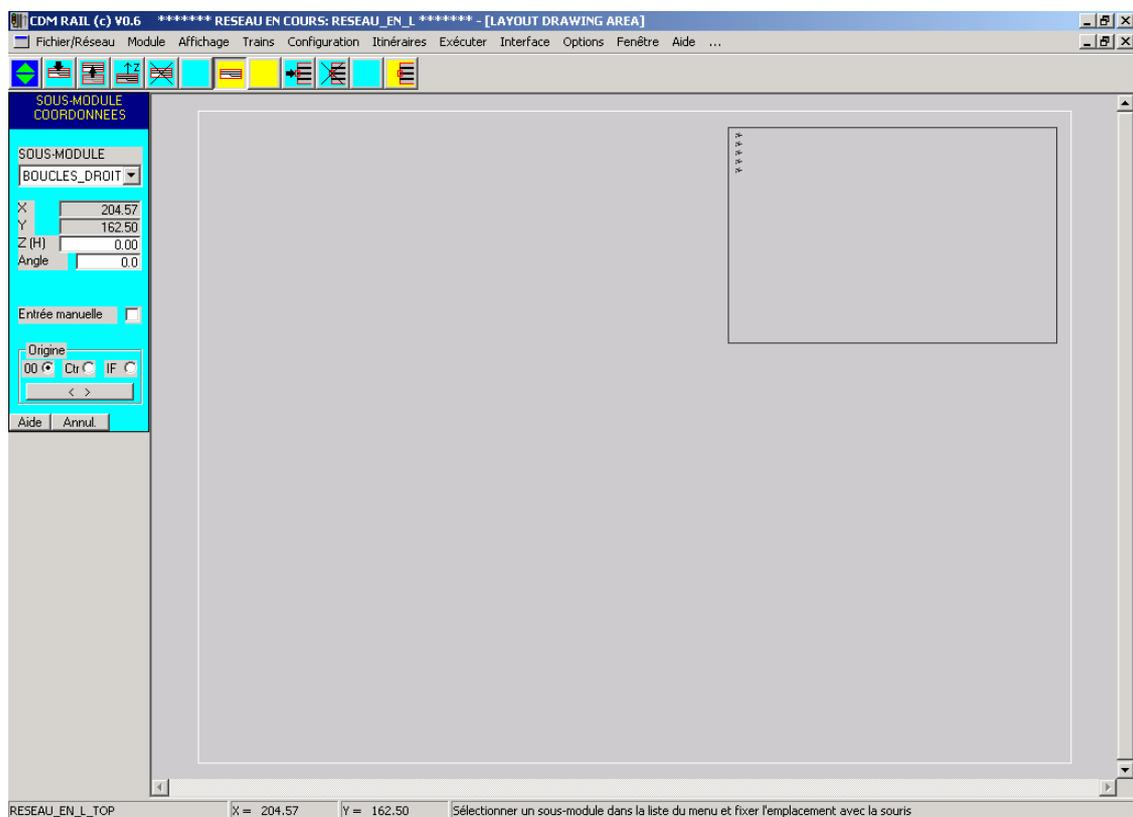

Figure MM-5-3 Positionnement du module "BOUCLE_DROITE".
- Sélectionner le sous-module "BOUCLE_DROITE" dans le menu de coordonnées, à gauche (figure MM-5-3).
Dans les trois modes, l'angle du module peut être modifié en entrant la valeur souhaitée dans le champ "Angle" du menu de coordonnées (voir figure MM-5-3).
Dans l'immédiat pour le premier module, rester en positionnement par l'origine et pointer avec le bouton gauche de la souris de façon à ce que le sous-module soit placé dans le coin en haut à droite, comme sur la figure MM-5-3.